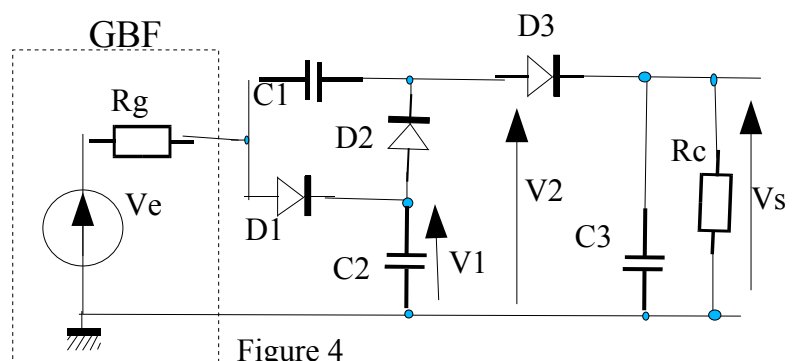

Figure 4
Étudiez le montage figure 4
2) TESTEZ et mesurez le montage figure 4
Tache 2) remplacez le GBF par ce nouveau générateur de 5 KHz dans la montage figure4 , et caractériser ce montage à 5KHz et $0,1\mu\text{F}$.